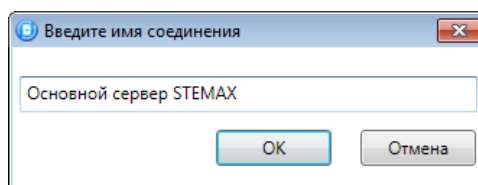

Рис. 6.6. Окно *Введите имя соединения*
**ПРИМЕЧАНИЕ.** Для того чтобы сохранить параметры подключения, нажмите кнопку , в открывшемся окне введите имя этого профиля подключения и нажмите кнопку *ОК* (Рис. 6.6). Для того чтобы удалить сохраненный профиль подключения, выберите его в списке и нажмите кнопку .